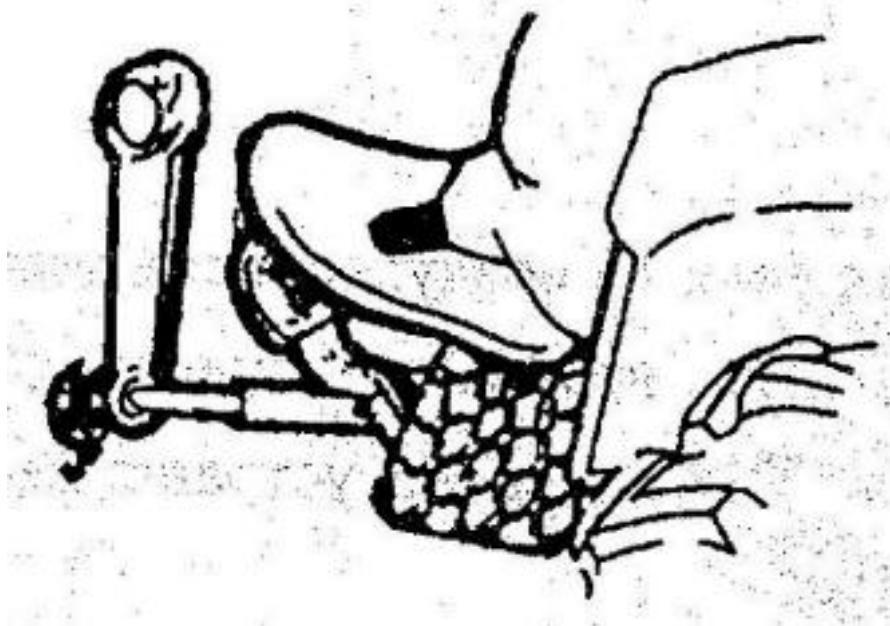

Рис. 3-14. Нажатие на педаль сцепления.
- выключить муфту сцепления, нажав на педаль (рис. 3-14)